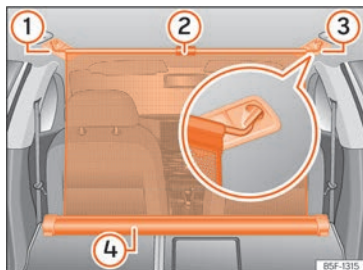

Fig. 128 Dans le coffre à bagages : filet de séparation attaché avec le dossier de la banquette arrière rabattu.
- Tirez la languette »» fig. 128 ② vers le haut pour sortir le filet de la structure »» fig. 128 ④.
- Attachez le filet de séparation du côté droit ou du côté gauche »» fig. 128 ③ (image agrandie).
- Attachez le filet de séparation dans le logement prévu à cet effet de l'autre côté »» fig. 128 ① en étirant la tringle.
Le filet de séparation est monté correctement lorsque les extrémités en forme de T sont fermement attachées dans les logements correspondants »» fig. 128 ③ et ①.
- Enroulez le filet dans la structure »» fig. 128
- ④ en le déposant manuellement.